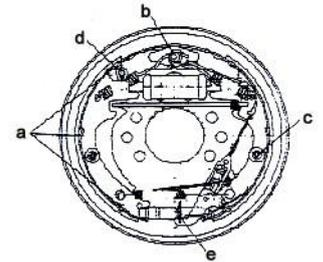

figure 2-25
(1) Essuyez le liquide de frein sur le cuir de la coupe et le piston de la sous-pompe de frein, puis assemblez le ressort, le cuir de piston, le piston et l'anneau de protection.
(2) Installez la sous-pompe de frein sur la carte mère.
(3) Montez la carte mère sur l'essieu moteur.
(4) Appliquez de la graisse lubrifiante anti-chaaleur sur les zones indiquées dans la figure 2-25. Veillez à ne pas appliquer sur la pièce de friction.